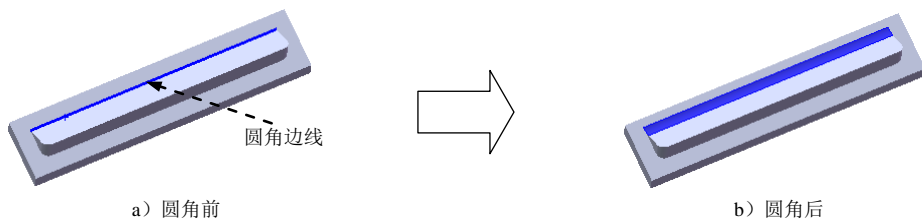

图 9.8 圆角 2
(4) 定义圆角的半径。在 **圆角项目(I)** 区域的  文本框中输入圆角半径值 0.8。
(5) 单击  按钮, 完成圆角 1 的创建。
Step5. 创建图 9.8 所示的圆角 2。选择下拉菜单 **插入(I)** → **特征(F)** →  **圆角(U)...** 命令; 选取图 9.8a 所示的边线为要圆角的对象, 在 **圆角项目(I)** 区域的  文本框中输入圆角半径值 1.5。